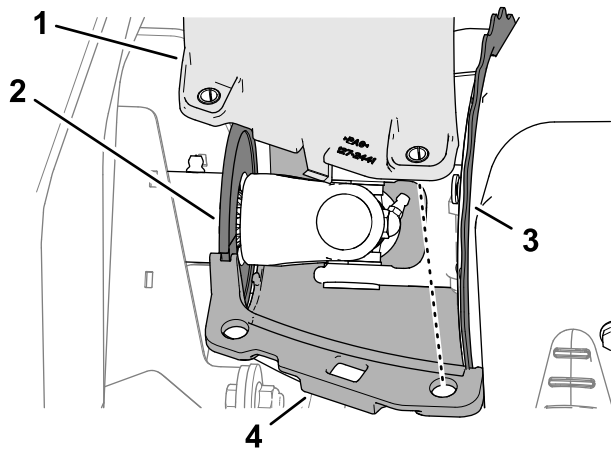

Рисунок 67
1. Совместите пазы в верхнем и нижнем кожухах воздушного охлаждения генератора с щеточным уплотнением приводного вала и фланцем крышки генератора (Рисунок 67).